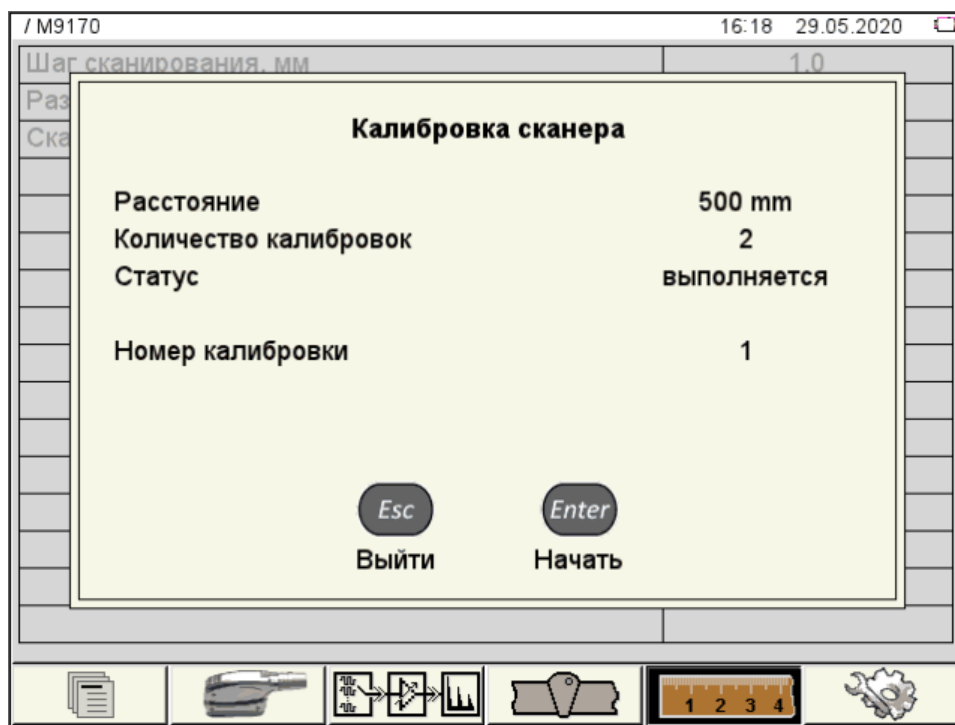

Рисунок 36
- Для запуска калибровки нажать клавишу  (Начать). Откроется окно с информацией о начале процесса калибровки (рисунок 36).